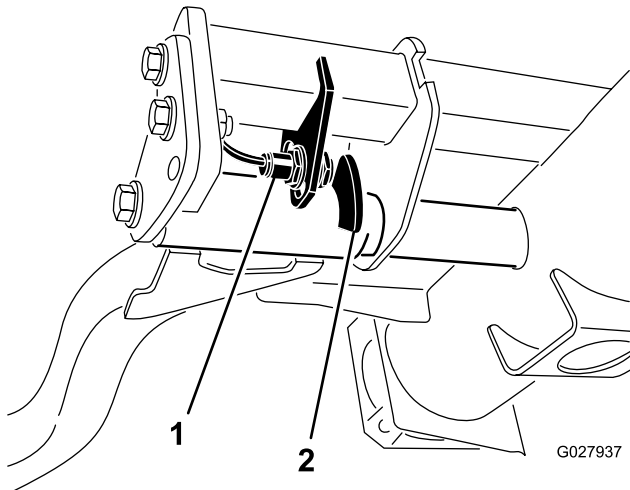

Figure 34
2. Le contacteur des bras de relevage se trouve sous le réservoir hydraulique, derrière le bras de relevage avant droit (Figure 34).
3. Desserrez les vis de fixation du commutateur (Figure 34) et abaissez le commutateur pour augmenter la hauteur du changement de direction des bras de relevage ou élevez-le pour réduire la hauteur du changement de direction. Serrez les vis de fixation.